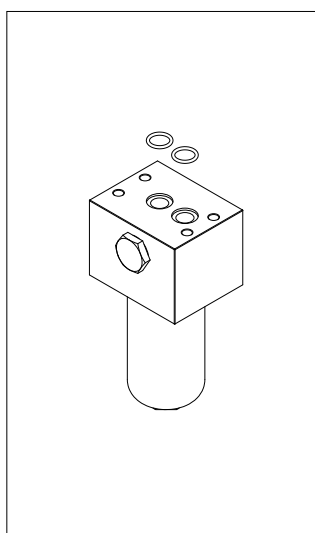

fig. 16
- (Fig. 16) Sostituire gli O-ring del corpo indicatore